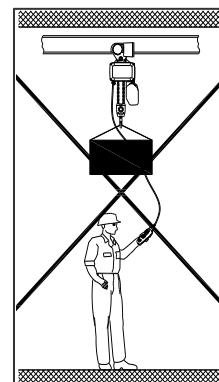

Abb. 2
- Sich unter schwierigen Lasten aufhalten (siehe Abb. 2)